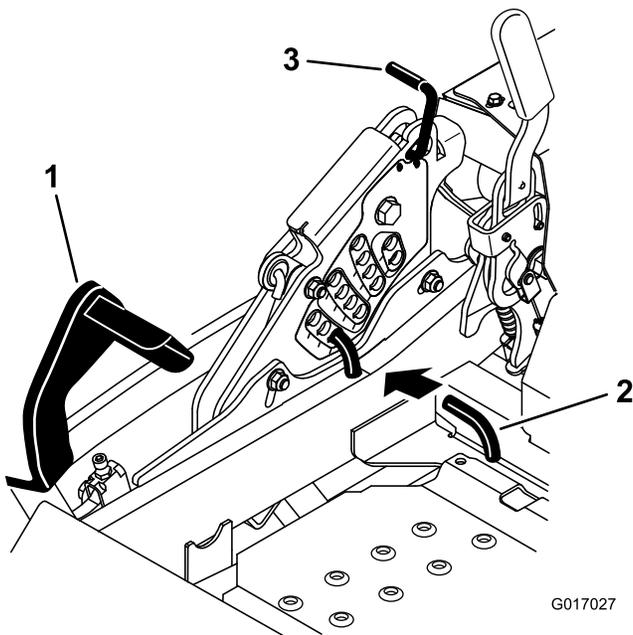

Figure 27
2. Appuyez sur la pédale de relevage du tablier avec le pied et relevez le tablier en position de transport (qui est aussi la position de hauteur de coupe de 140 mm [5-1/2 po]); voir Figure 27.
3. Pour changer de hauteur de coupe, retirez la goupille fendue et l'axe de chape du support de hauteur de coupe (Figure 27).
4. Placez la goupille dans le trou du support correspondant à la hauteur de coupe voulue (Figure 27).